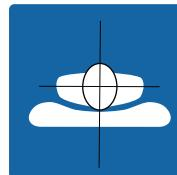

図13-2: 患者を中央に載せる
- 患者をサポートサーフェイスの中央に載せます(13-13ページの図13-2)。